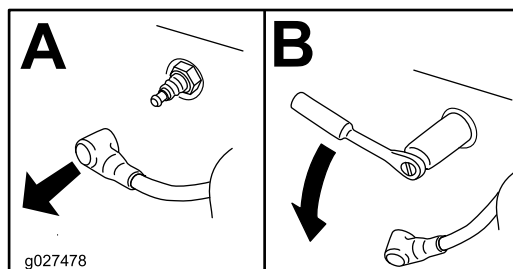

Figura 65
4. Localice y retire la(s) bujía(s), como se muestra en la Figura 65.